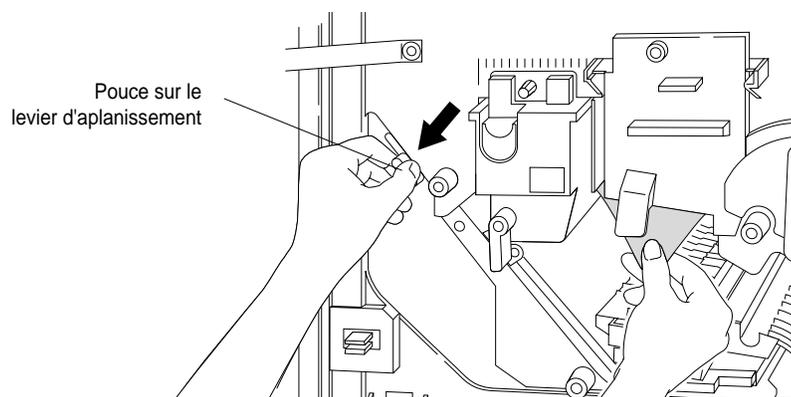

Figure 3-51 Elimination d'un brouage au niveau de l'unité de fusion au moyen du levier d'aplanissement
3. Cherchez la ou les feuille(s) coincée(s) dans la zone droite de l'unité de fusion. Tout en appuyant sur le levier d'aplanissement avec votre main gauche, tâtonnez et retirez les feuilles coincées avec votre main droite, comme illustré à la Figure 3-51.